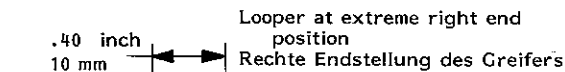

Fig. 67A
2. Rotate the pulley clockwise until the looper has moved 10 mm (.400 in.) from right to left (Fig.67A).
2. Drehen Sie das Handrad im Uhrzeigersinn bis sich der Greifer von rechts nach links 10 mm bewegt hat (siehe Fig.67A).